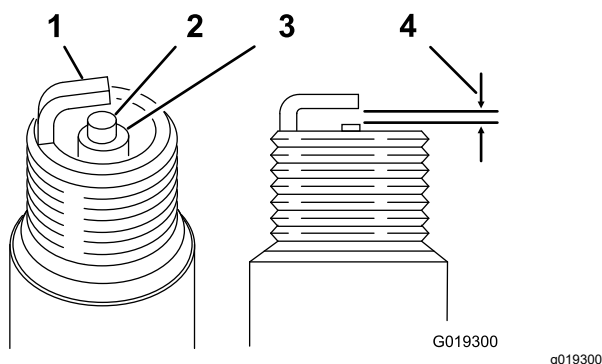

Figura 33
Folga: 0,70 a 0,80 mm; consulte Figura 33
- Defina a folga para 0,70 a 0,80 mm como se mostra na Figura 33.